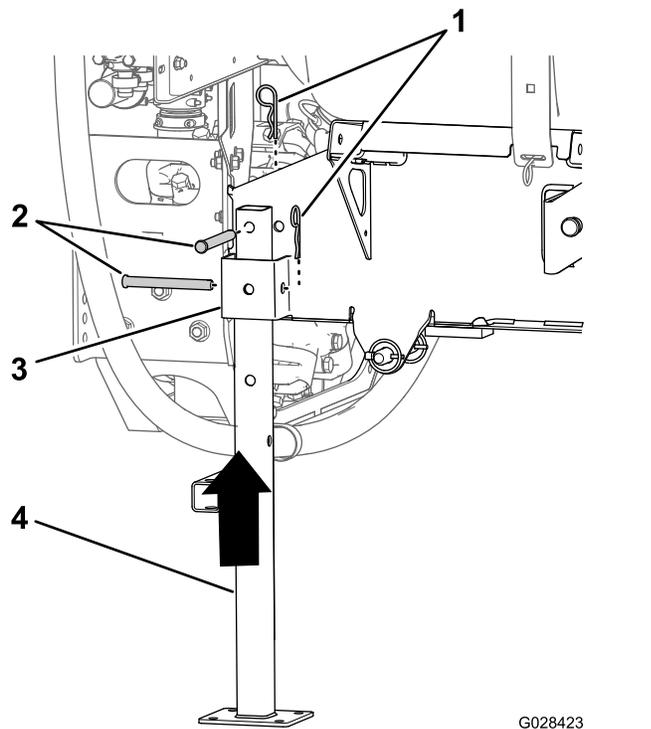

Figure 136
5. Alignez le pied de support arrière sur le logement arrière (Figure 136).
6. Alignez le trou au sommet du pied de support et le trou dans le cadre du patin de cuve (Figure 136).
7. Fixez le pied de support à son logement et au cadre au moyen de 2 axes de chape ($\frac{1}{2}$ " x $4\frac{1}{2}$ ") et 2 goupilles fendues ($\frac{5}{32}$ " x $2\frac{5}{8}$ "), comme montré à la Figure 136.